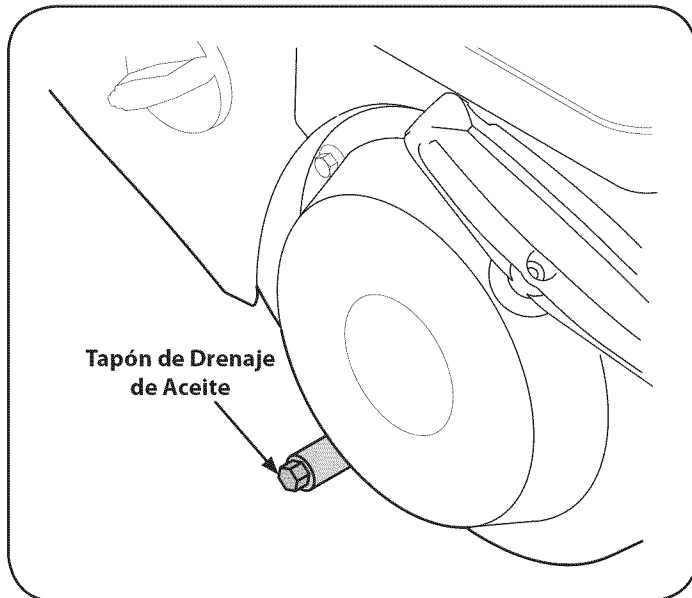

Figura 14
3. Retire el tapón de drenaje de aceite. Vea la Figura 14.